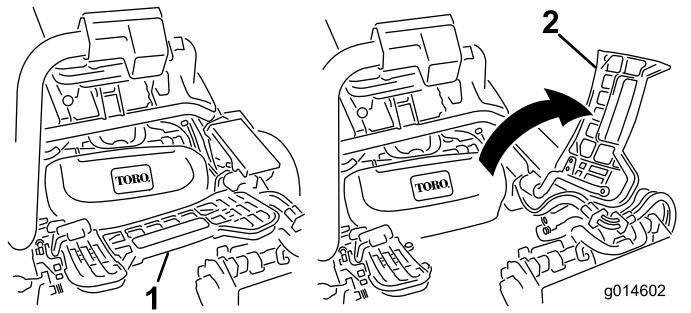

Bild 52
- Heben Sie die Fußplattform an und schwenken sie in die geöffnete Stellung, um die Stellung der mittleren Schneideinheit zugänglich zu machen (Bild 52).